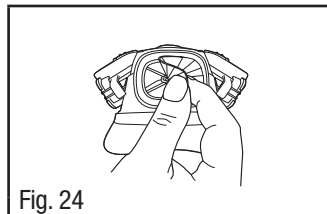

Fig. 24
2. Retirer la soupape d'exhalation en la saisissant et en la retirant du support central (Fig. 24).